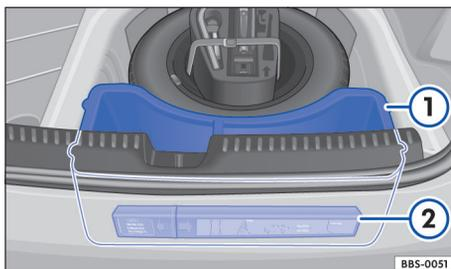

图 119 行李箱内：三角警示牌
打开行李箱盖，取出行李箱底板，即可从储物盒 ① 中取出三角警示牌 ② ⇒ 图 119。
打开行李箱盖，取出行李箱底板，可将急救包存放在储物盒 ① 中 ⇒ 图 119。